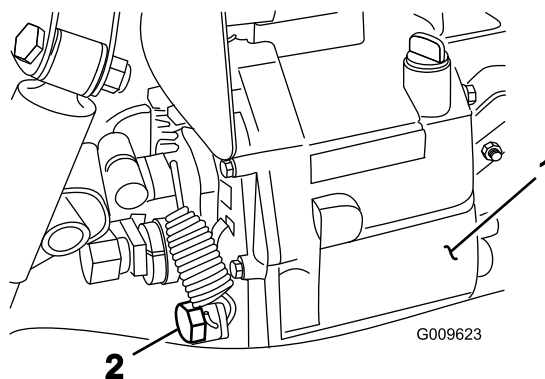

Figure 72
2. Retirez le bouchon de vidange sur le côté du réservoir et laissez l'huile s'écouler dans un bac de vidange (Figure 72).